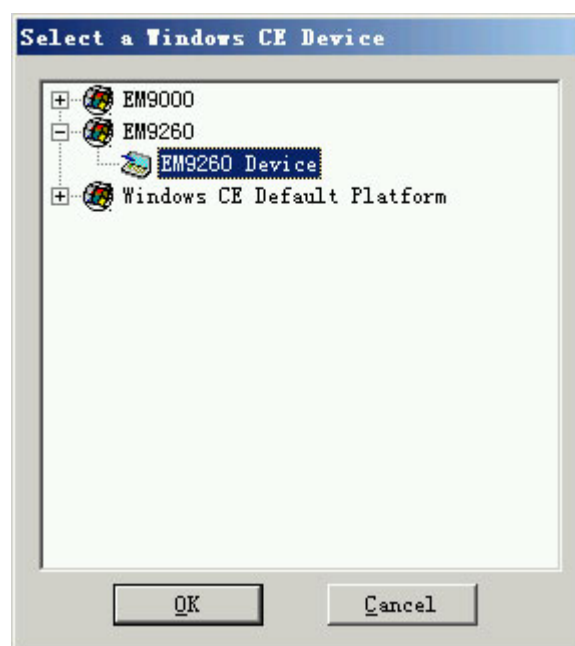

图 3-21 选择英创 ARM9 嵌入式模块 Device
8、在弹出的对话框中选择目标设备（如：**EM9260 Device**），如图 3-21 所示。